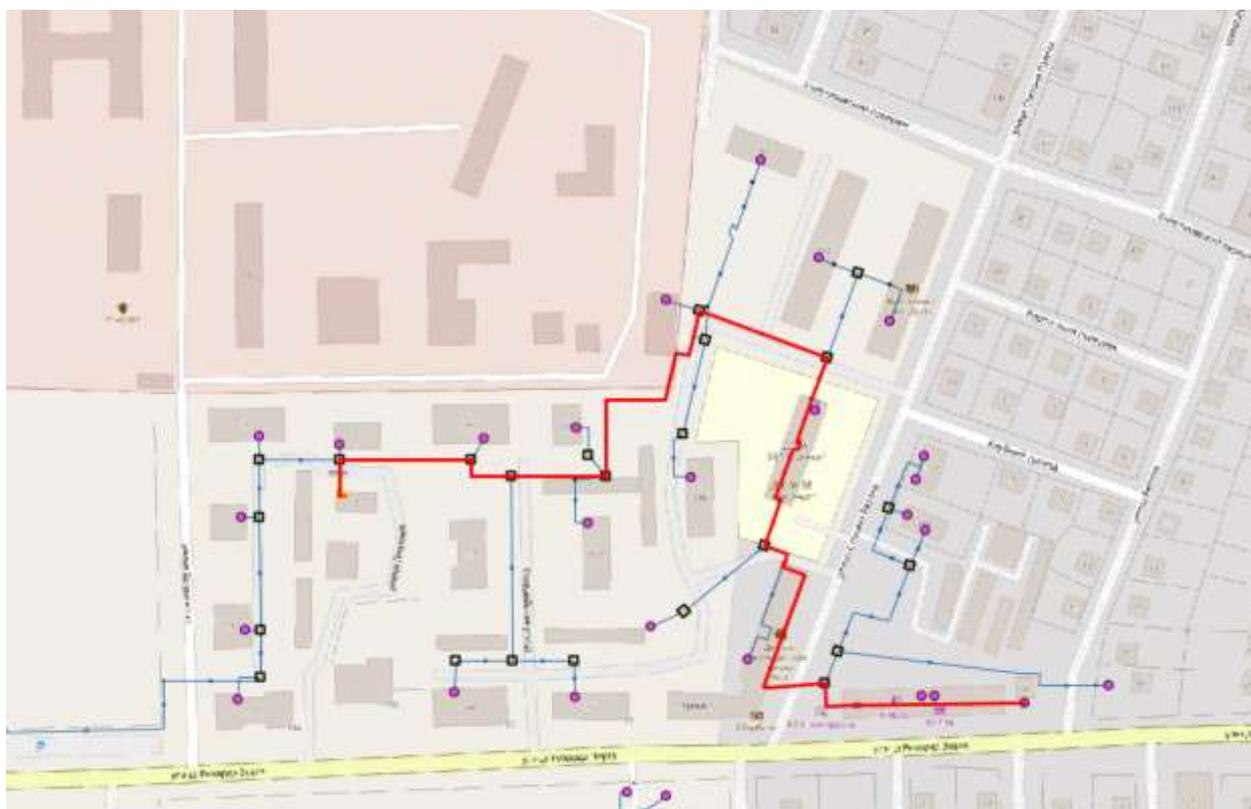
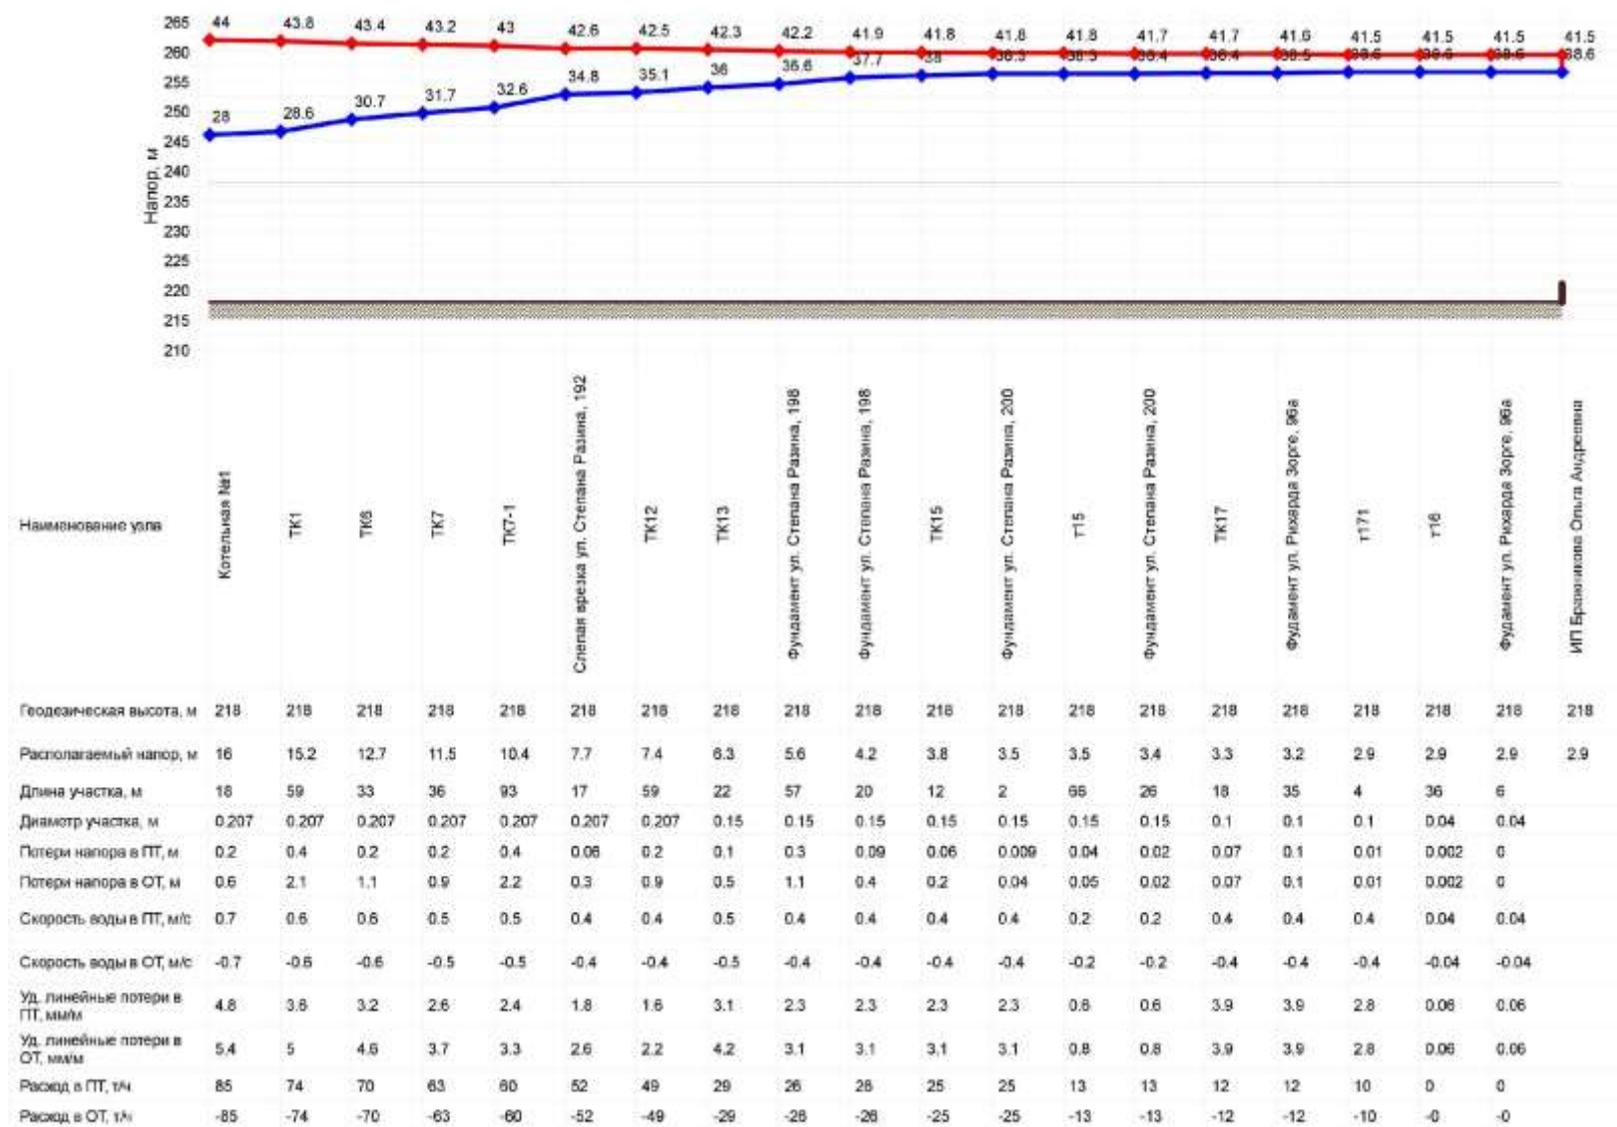

Рисунок 15 - Путь теплоносителя по направлению от котельной № 1 до здания по ул. Рихарда Зорге, 96/1
Рисунок 16 - Пьезометрический график от котельной № 1 до здания по ул. Рихарда Зорге, 96/1
- расчетный путь от котельной № 1 до здания по ул. Рихарда Зорге, 96/1 (рисунок 15), основные характеристики теплопровода и режимные параметры теплоносителя (таблица 8), результаты гидравлического расчета, пьезометрический график (рисунок 16),